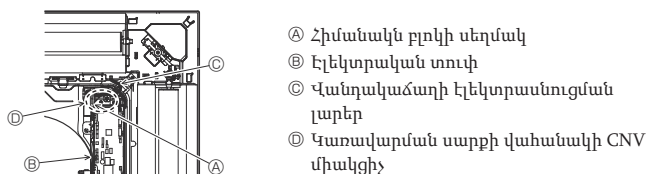

Fig. 9-8
9.4.4. Լարերի միացումը (Fig. 9-8)